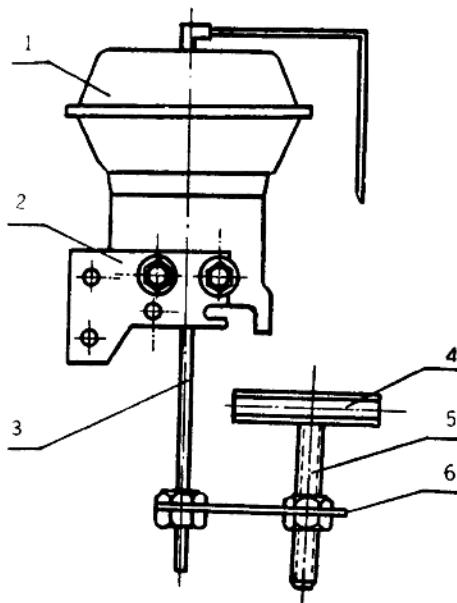

图4 电气阀门定位器与调节阀的组装图
本仪表安装质量的好坏，直接影响仪表的使用性能。图4所示为本仪表与气动薄膜调节阀的组装方式。
- (1) 首先把本仪表的安装板用螺钉紧固在薄膜调节阀膜头的连接孔上，如图4所示。
- (2) 把仪表通过连接螺钉用 M8 螺母紧固在安装板上。
- (3) 把安装附件紧固在薄膜调节阀的阀杆上，保证比例臂上的滚轮能在槽板内自由移动。
- (4) 用 $\phi 6 \times 1$ 紫铜管分别接入仪表输入（供气）输出压力，并与薄膜调节阀膜头连接，用螺母固紧，连接处不得漏气。